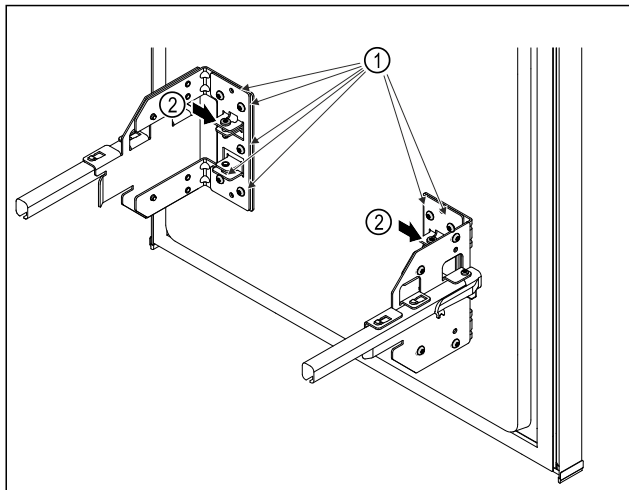

Fig. 8
- ▶ Løsne skruene Fig. 8 (1) litt.
- ▶ Vri skruene Fig. 8 (2), for å flytte uttrekksskuffen oppover eller nedover.
- ▶ Trekk til skruene Fig. 8 (1) til anslag.